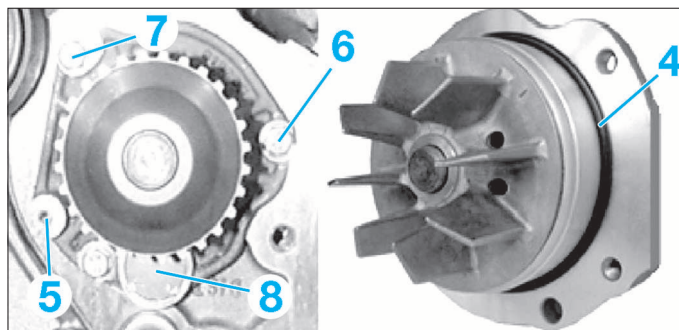

FIG. 50
En cas de remplacement de la pompe à eau, récupérer la vis colonnette de fixation (5) (Fig.50) du carter de distribution.
- respecter les couples de serrage et l'ordre de serrage (de 6 à 8) (Fig.50).